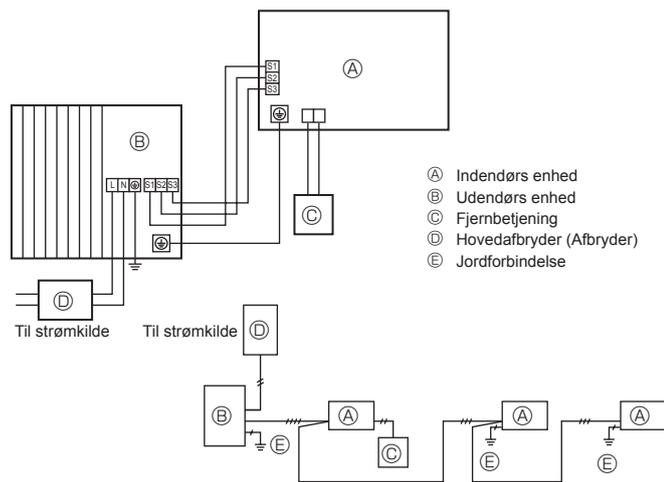
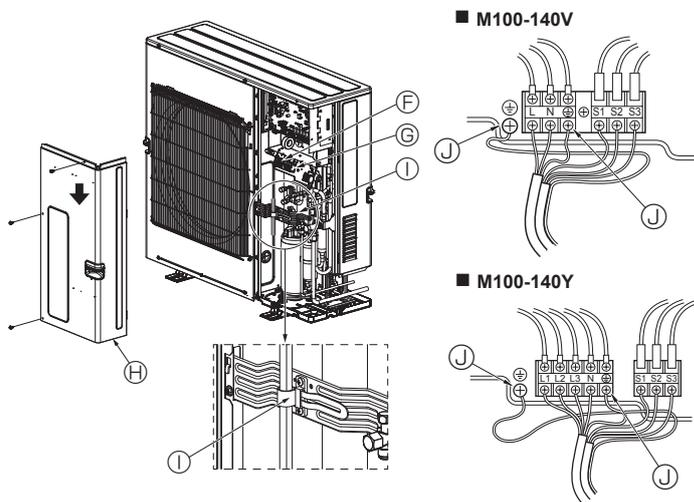

Fig. 6-1
Fig. 6-2
6.1. Udendørs enhed (Fig. 6-1, Fig. 6-2)
- ① Afmonter servicepanelet.
- ② Før kablerne som angivet i Fig. 6-1 og Fig. 6-2.